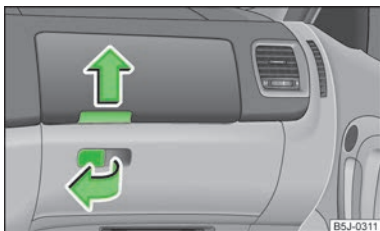

Fig. 65
- Trageți mânerul clapetei în sensul săgeții » fig. 65 și rabatați clapeta înșpre în jos.